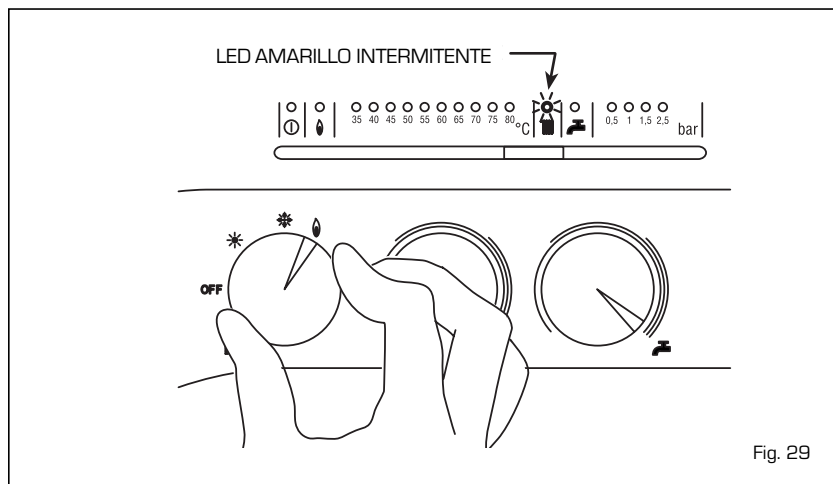

Fig. 29
4.7.1 Función deshollinador (fig. 29)